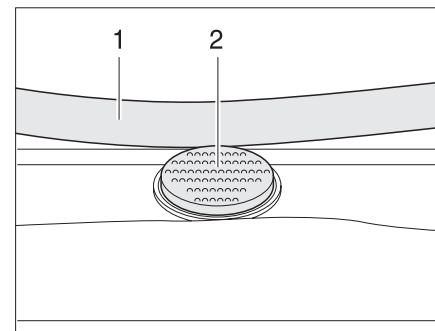

Bild 33 Sicherungsknopf an der Heki-Dachhaube
- ▶ Den Sicherungsknopf (Bild 33,2) drücken und den Bügel (Bild 33,1) mit beiden Händen nach unten ziehen.